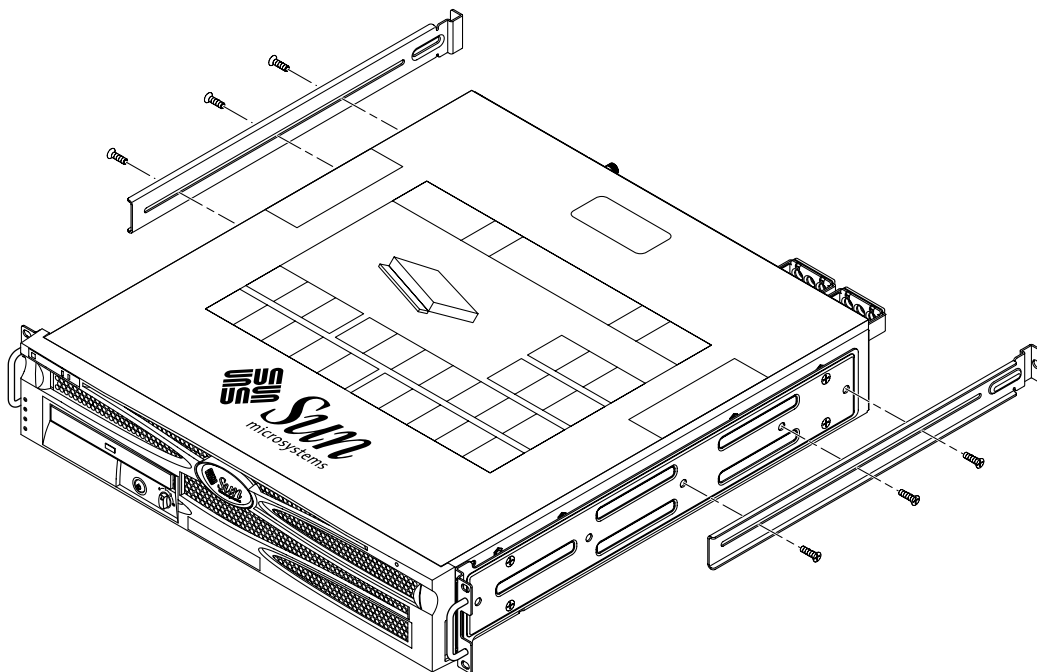

FIGURE 3-3 Fixation des supports de montage arrière
5. Installez les supports arrière à l'arrière du serveur (deux ou trois vis pour chacun d'entre eux), en veillant à les étendre à la mesure de la profondeur de l'armoire (FIGURE 3-3).